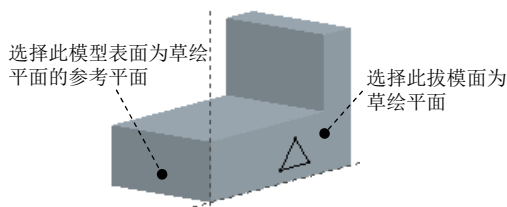

图 8.6.16 定义草绘属性
(1) 在“拔模”操控板中单击 **分割** 选项卡，然后在 **分割选项** 下拉列表框中选取 **根据分割对象分割**。
(2) 在 **分割** 选项卡中单击 **定义...** 按钮，进入草绘环境。设置图 8.6.16 中的拔模面为草绘平面，图中另一表面为参考平面，方向为 **左**；绘制图 8.6.16 所示的三角形。